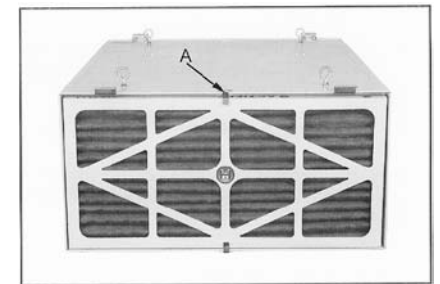

Рис. 5
**Внешний фильтр** можно легко снять, если расцепить два зажима (А, Рис. 5).